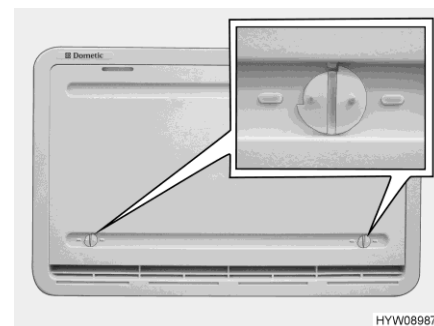

Fig. 148 Protection hivernale (grille d'aération du réfrigérateur)
La protection hivernale (Fig. 148) protège le groupe frigorifique de l'air froid. Placer des protections hivernales devant les deux grilles d'aération du réfrigérateur quand la température extérieure est inférieure à +10 °C (fonctionnement au gaz et fonctionnement électrique).
- Ouvrir les deux dispositifs de verrouillage (Fig. 148) (la rainure est à l'horizontale).